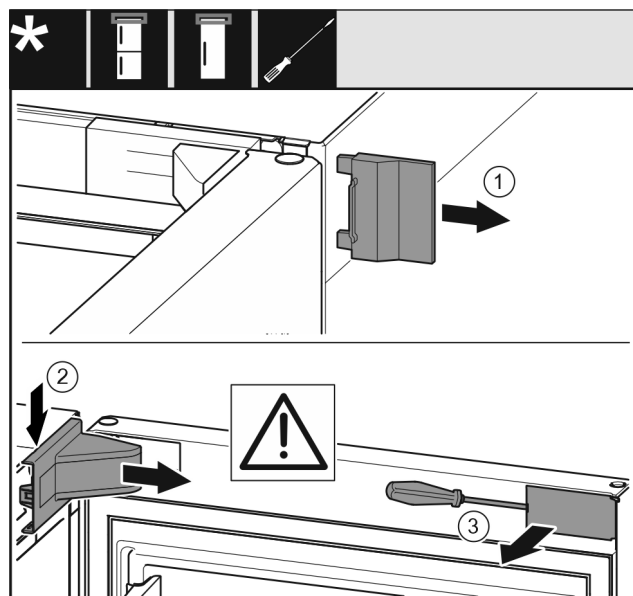

Fig. 6
- ▶ Äußere Abdeckung abnehmen. *Fig. 6 (1)*
- ▶ Lagerbockabdeckung ausrasten und lösen. Lagerbockabdeckung abnehmen. *Fig. 6 (2)*
- ▶ Blende mit Schlitzschraubendreher ausrasten und zur Seite schwenken. *Fig. 6 (3)*